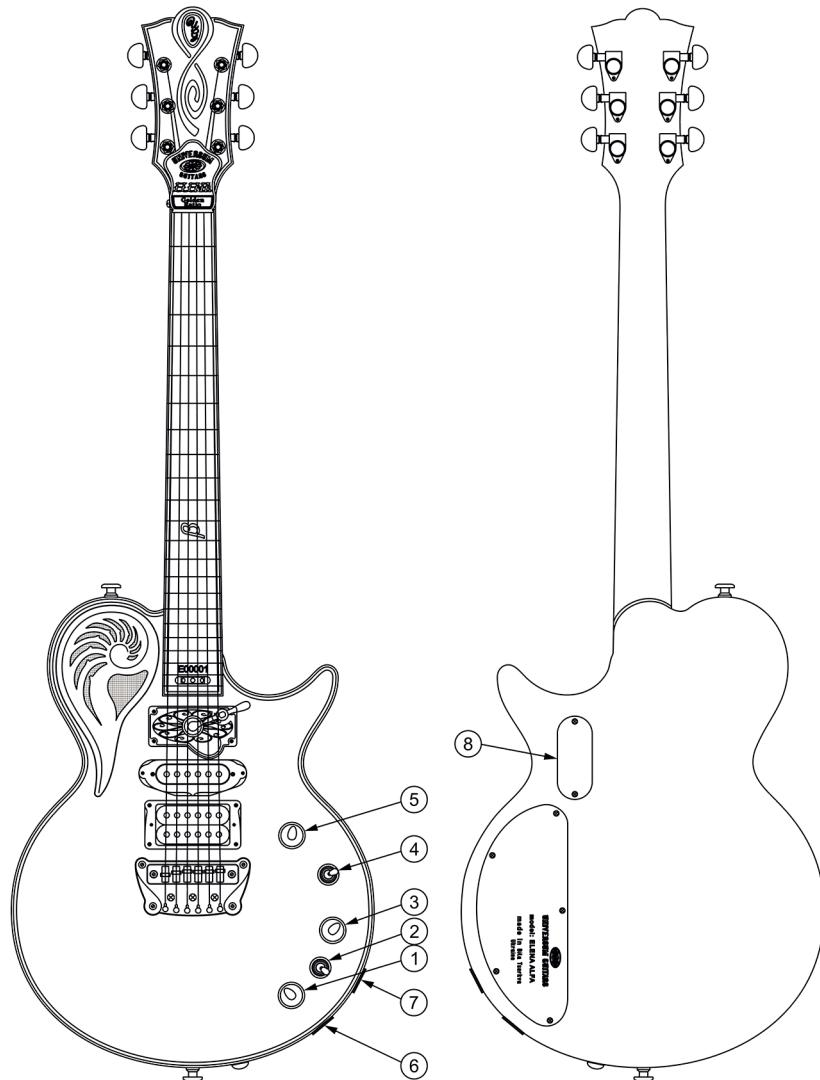

Рис.18
- Выходные разъемы – акустический (Рис.18 поз.7) и электромагнитный (Рис.18 поз.6).
- Элемент питания – 1 шт. (Рис.18 поз.8).
- 1) Ручка потенциометра регулировки громкости микрофонного звукоснимателя (Рис.18 поз.1). Регулирует громкость микрофонного звукоснимателя в акустическом (акустический звукосниматель) и комбинированном (микрофонный и электромагнитные звукосниматели) режимах работы.
- 2) Ручка трехпозиционного переключателя-микшера (Рис.18 поз.2):
- 3) Ручка потенциометра регулировки тона электромагнитного звучания электрогитары (Рис.18 поз.3);
- 4) Ручка трехпозиционного переключателя-селектора (Рис.18 поз.4): переключает комбинации коммутирования электромагнитных звукоснимателей.
- 5) Ручка потенциометра регулировки громкости (Рис.18 поз.5) электрогитары в электромагнитном режиме работы (электромагнитные звукосниматели).